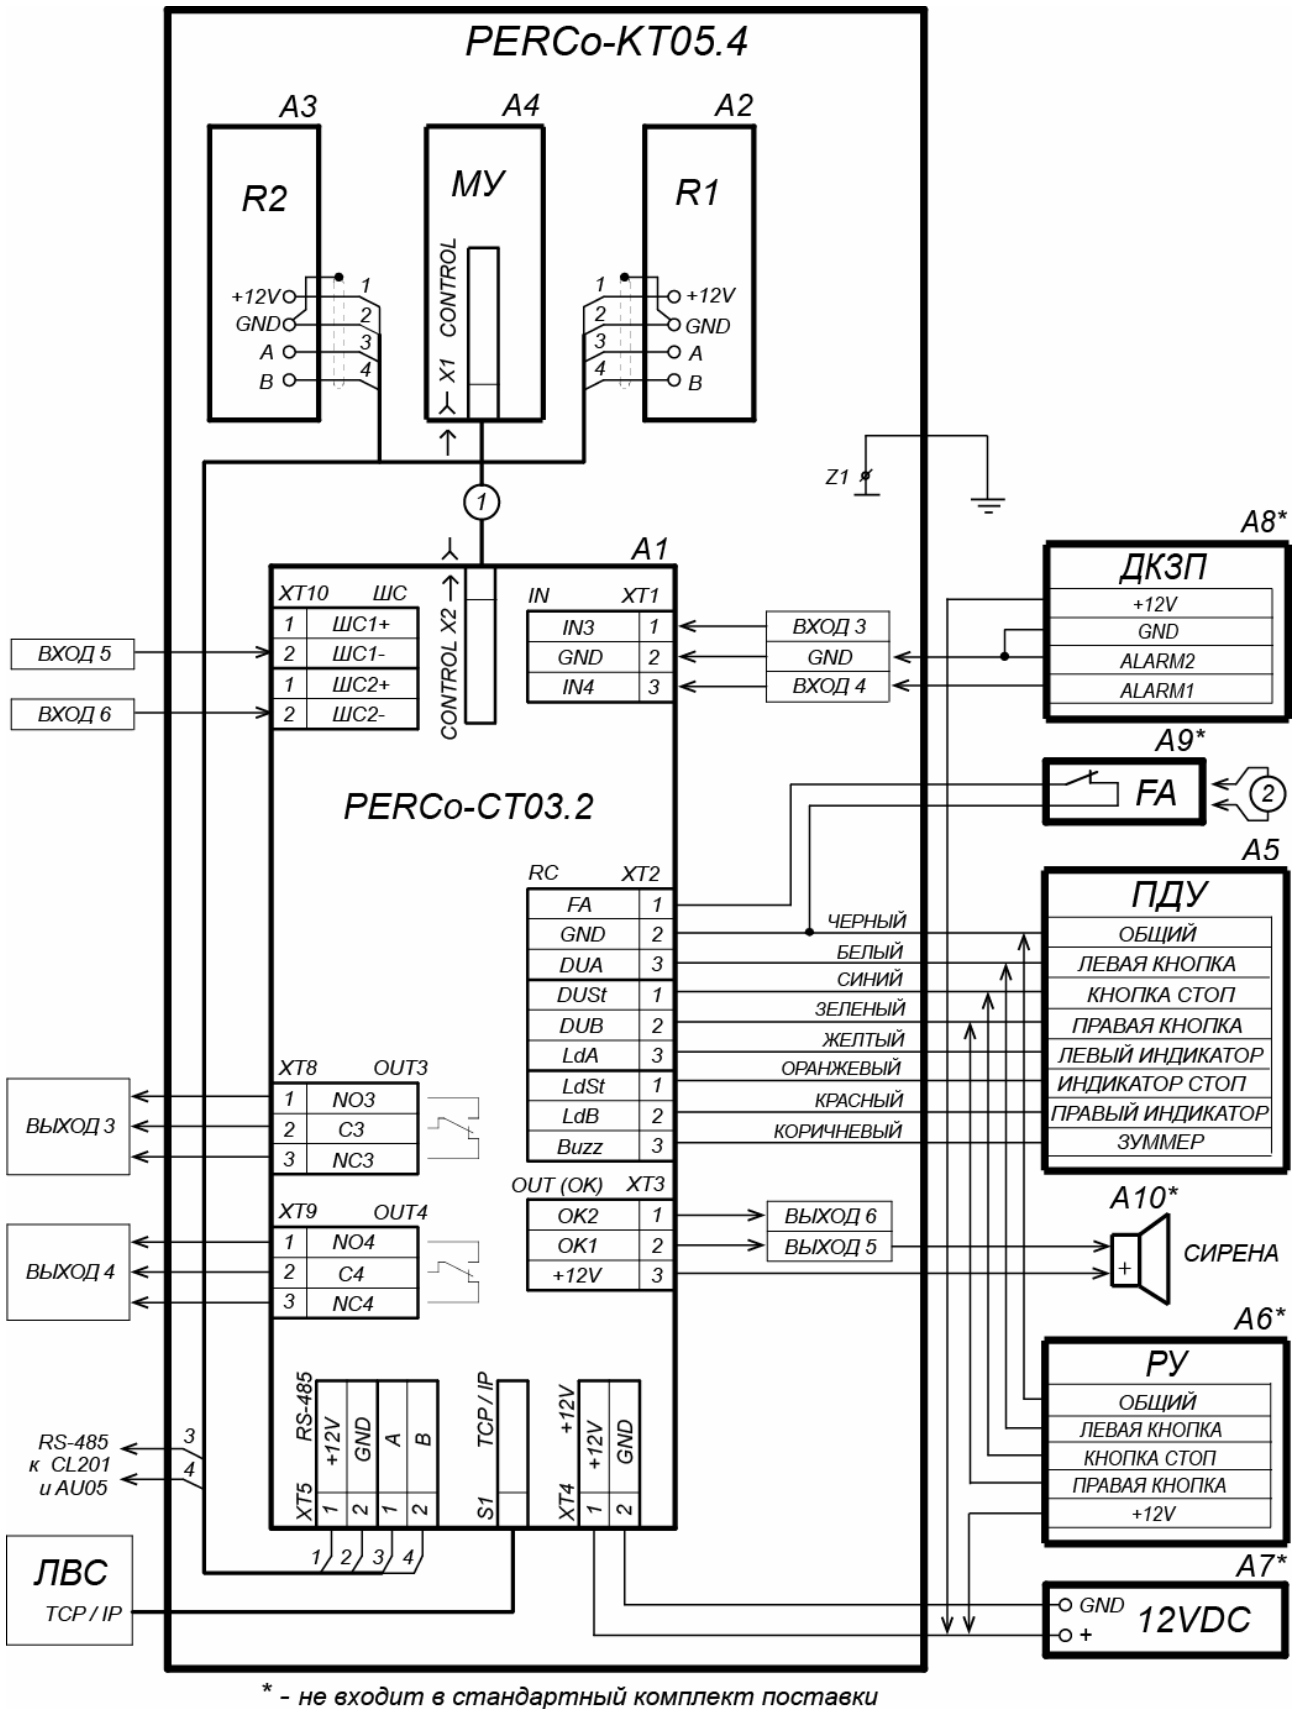

Рисунок 12. Схема подключения ЭП и дополнительного оборудования
Расположение клеммных колодок на нижней плате контроллера ЭП показано на рис. 5, назначение контактов клеммных колодок указано в табл. 1. Схема подключения приведена на рис. 12. Используемые при подключении типы кабелей указаны в табл. 4. При монтаже ЭП придерживайтесь следующей последовательности действий:
- позиционные обозначения A1-A4 и Z1 – указаны на рис.12
11. Подключите кабель питания (15) к клеммной колодке **ХТ4** на плате контроллера ЭП согласно схеме, приведенной на рис. 12.
12. Подключите кабель (13) ПДУ (12) к клеммной колодке **ХТ2** на плате контроллера ЭП согласно схеме, приведенной на рис. 12.
13. Подключите при необходимости кабели от других устройств к соответствующим клеммным колодкам платы контроллера ЭП согласно схеме, приведенной на рис. 12.